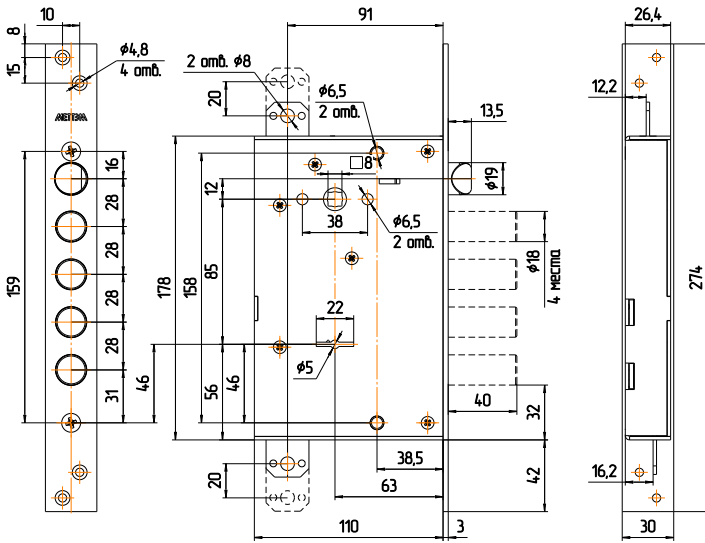

Рис.2
4.1. Произвести разметку и выполнить на полотне двери гнездо для корпуса замка, отверстие для ключа, а в дверной коробке – отверстия для ригелей засова, защёлки (см. рис.2).